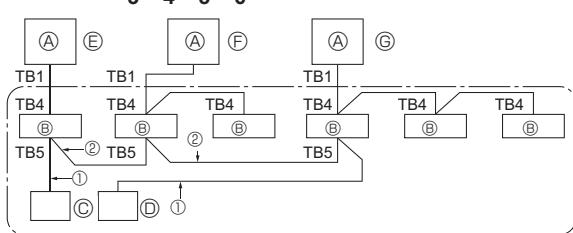

Fig. 10-1
- ① Schalten Sie die Anlage ein (Leistungsschalter).
- ② Stellen Sie nach dem Schließen des Flüssigkeitssperrventils den SWP-Schalter auf der Schalttafel der Außenanlage auf ON/EIN ein. Der Kompressor (Außenanlage) und die Ventilatoren (Innen- und Außenanlagen) beginnen zu arbeiten und der Kältemittelsammelvorgang setzt ein. LED1 und LED2 auf der Schalttafel der Außenanlage leuchten.
10. Kontrolle des Systems (Fig. 10-1)